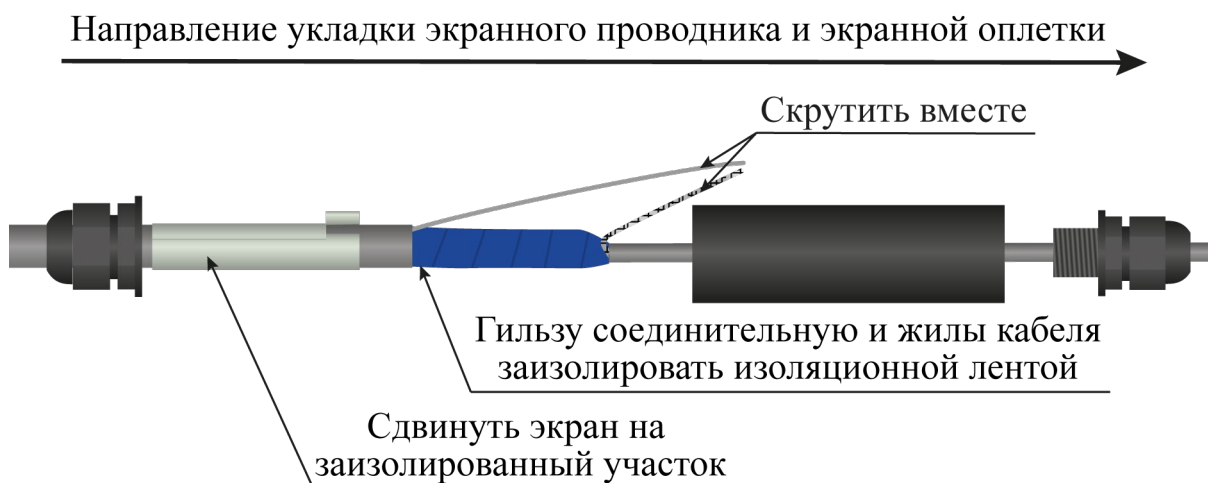

Рисунок 4.28
– гильзу соединительную и жилы кабеля ТППЭп заизолировать изоляционной лентой (рисунок 4.28);
– экранирующий проводник кабеля ТППЭп направить вдоль гильзы и скрутить с экраном кабеля РК (рисунок 4.28);
– сдвинуть экран муфты переходной на место соединения кабеля ТППЭп и кабеля РК (рисунок 4.28);